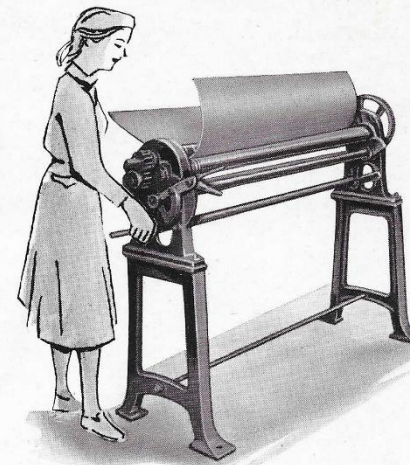

Abb. 1
- 1) Rundwalzmaschine, Arbeitsbreite 1200 mm (Abb. 1)